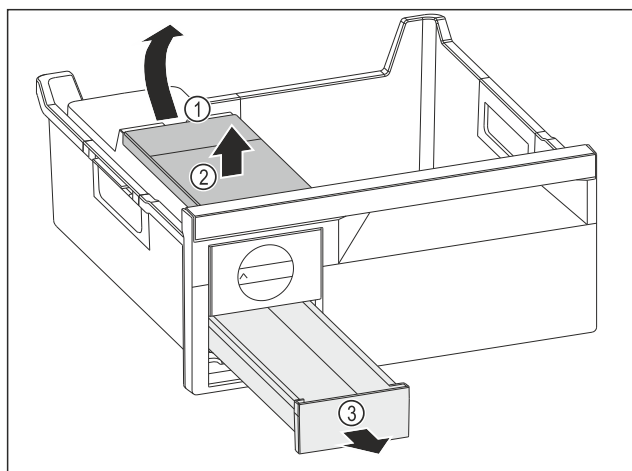

Fig. 241
- Watertank wegnemen: Watertank bij de uitsparing Fig. 241 (1) optillen.
- Watertank Fig. 241 (2) naar boven toe wegnemen.
- Ijsblokjesvak Fig. 241 (3) naar voren toe wegnemen.